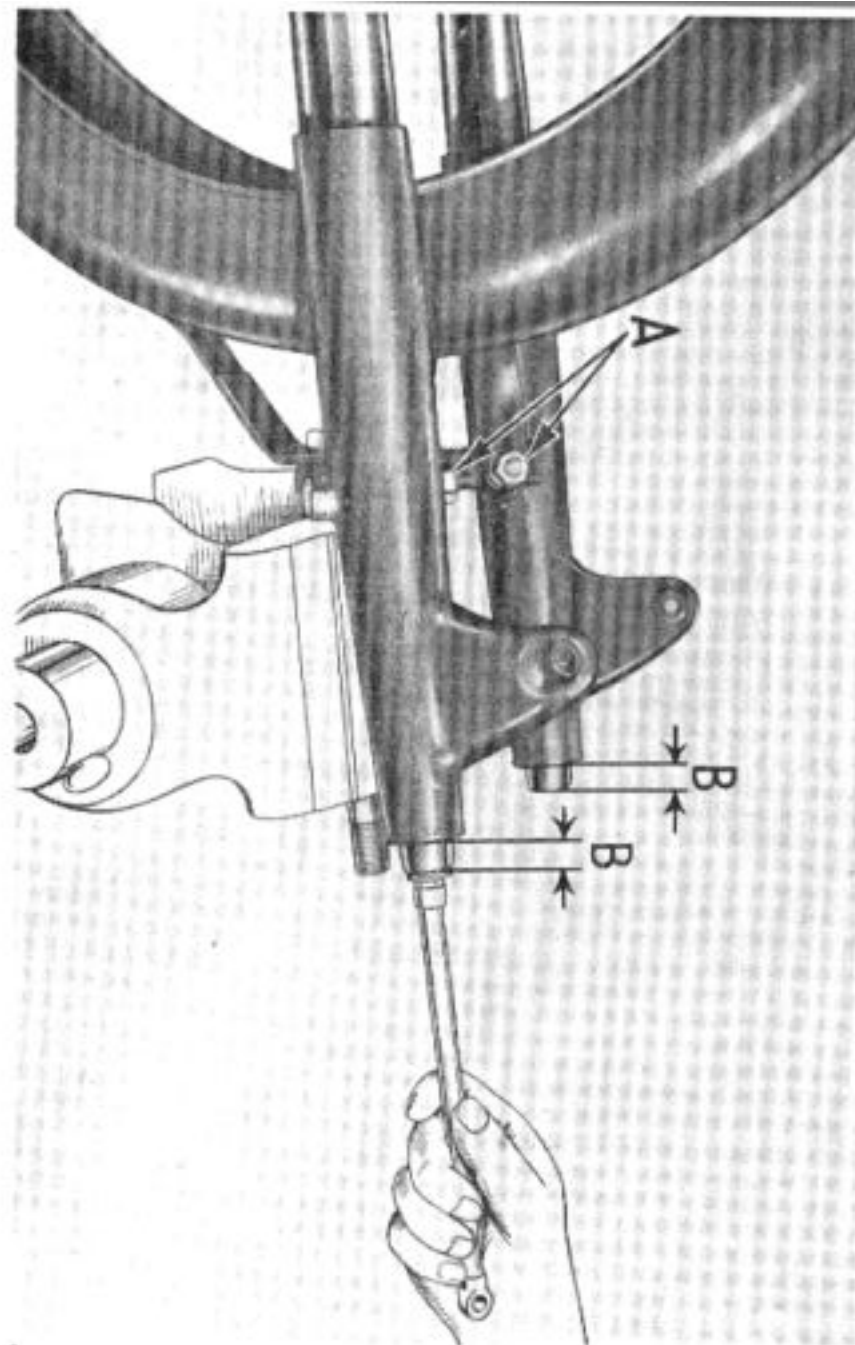

Fig. 30 - Come si monta la forcella
Se necessita levare il parafango anteriore questo va tolto prima di levare la forcella dal telaio. Il parafango viene tolto mediante la svitatura con chiave da mm. 17 dei due dadi posti sui foderi della forcella (vedere A di fig. 30) e del dado posto sotto la base dello sterzo. N.B.: Dopo aver tolto il parafango occorre avvitare nuovamente i due dadi sui foderi; questo serve per bloccare nuovamente i due bracci di forza. Lo smontaggio della forcella viene eseguito nel seguente modo:
I) Allentare il dado sul bullone che blocca il braccio e tiene il parafango (vedere A di fig. 30) mediante chiave da mm. 17;
Infilare nel fodero il braccio di forza completamente montato e con avvitato l'apposito attrezzo 23588 occorrente per montare il braccio nella forcella come dimostrato a fig. 30. Il braccio deve sporgere dal fodero circa mm. 13 (vedere B di fig. 30).
Il braccio viene bloccato al fodero mediante la chiusura dell'apposito dado (vedere A di fig. 30).